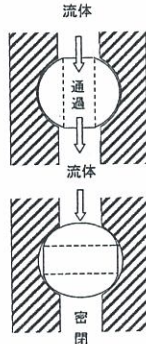

図4 バルブ球②
②通し穴のあいたボールを使うと、穴を通路方向に向けた場合は流体が通り、そうでない場合は流体を止めることができます（図4参照）。